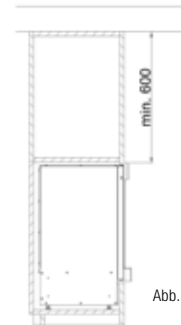

Abb. 4
- Oberhalb der Feuerstätte bis zur Zimmerdecke (Deckenabstand >600mm) dürfen sich keine Gegenstände befinden! (siehe Abb.4)